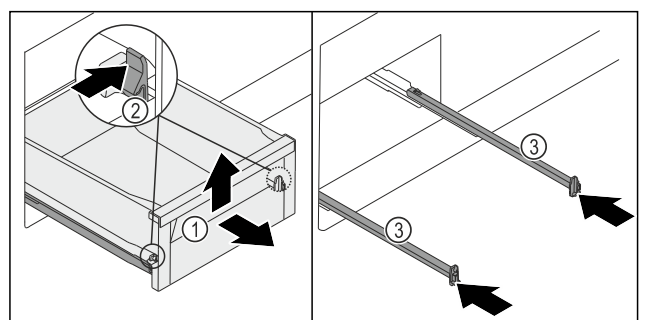

Fig. 258
- Schubfach Fig. 258 (1) bis zum Anschlag herausziehen.
- Klemme Fig. 258 (2) links und rechts gleichzeitig nach innen drücken.
- Schubfach Fig. 258 (1) löst sich von den Schienen.
- Schubfach Fig. 258 (1) vorne hochheben.
- Schubfach Fig. 258 (1) nach vorne entnehmen.
- Schienen Fig. 258 (3) einschieben.